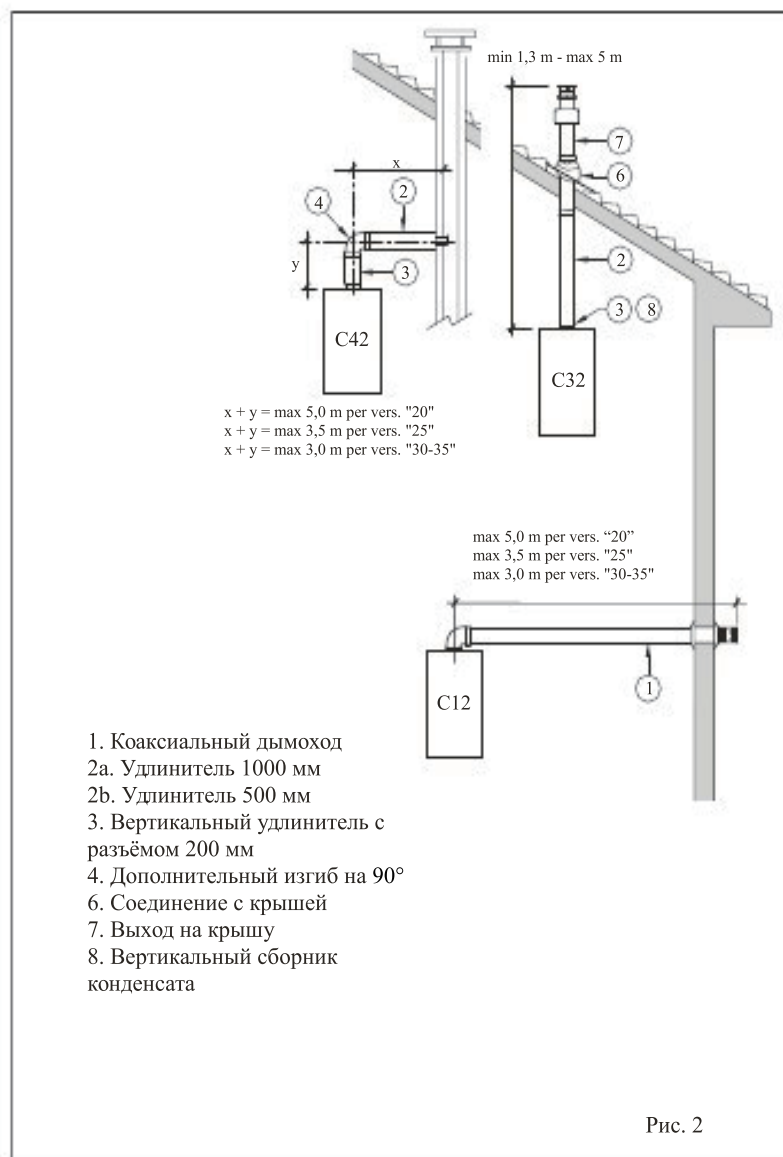

Рис. 2
2.5.1 Комплектующие детали, диаметр 60/100 (рис. 2)
На диаграммах рис. 2 показаны некоторые примеры разных типов допустимых режимов выпуска и максимальные длины.